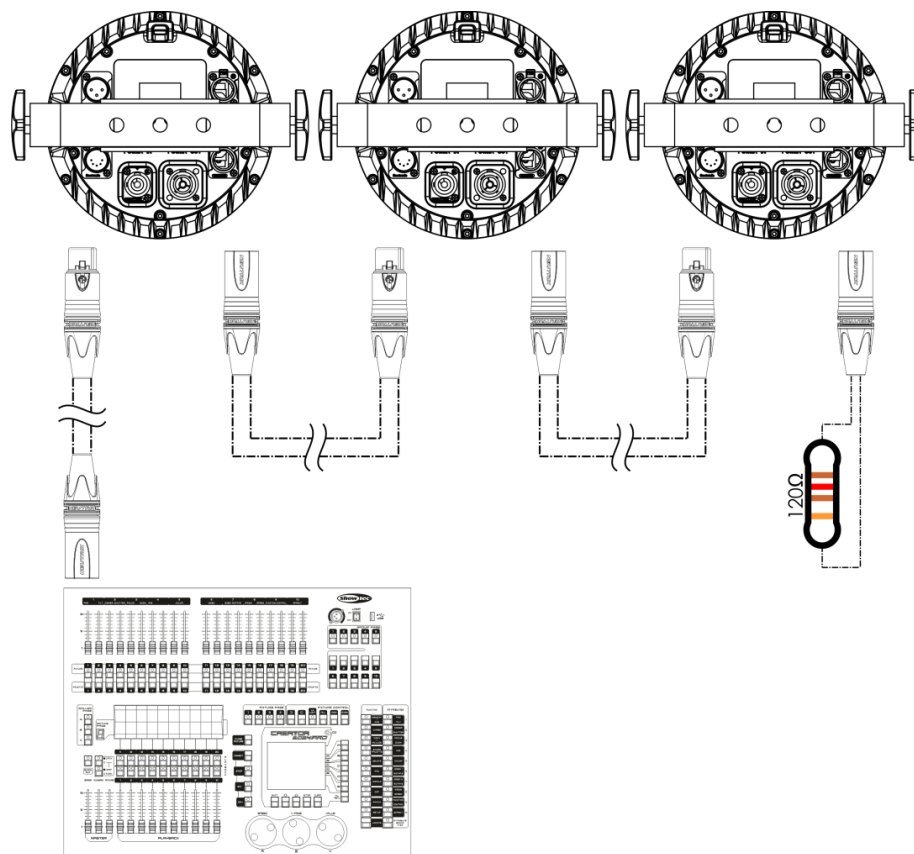

Fig. 04
- 04) Conecte las unidades entre ellas como se indica en la Fig. 04. Conecte un controlador de iluminación a la toma IN (entrada) DMX del primer dispositivo mediante un cable DMX. Conecte un cable DMX que vaya desde el conector DMX OUT (salida) de la primera unidad al conector DMX IN (entrada) de la segunda unidad. Conecte las unidades segunda, tercera y cuarta entre ellas.